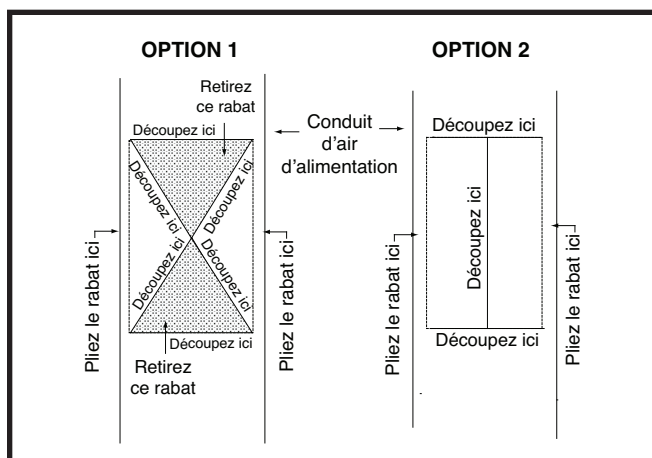

Figure 12. Ouvertures étroites de conduit d'air
1. Tracez et découpez le haut du conduit d'alimentation en air tel qu'indiqué dans l'Option 1 ou l'Option 2. Consultez la Figure 12 \(page 8\). **REMARQUE** : Si l'Option 1 est sélectionnée, découpez le métal dans la zone ombrée.